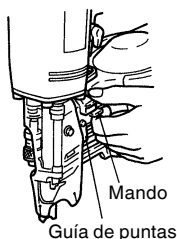

Fig. 1
- (1) Cargue los clavos en el cargador.
- Sujete la guía de los clavos y la perilla con los dedos. Luego presione la perilla para abrir la guía de los clavos hacia la izquierda (vea la Fig. 1).